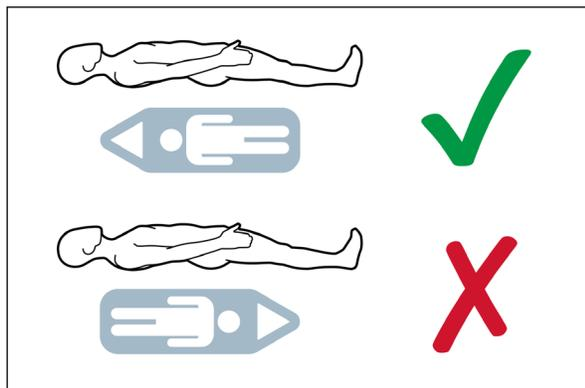
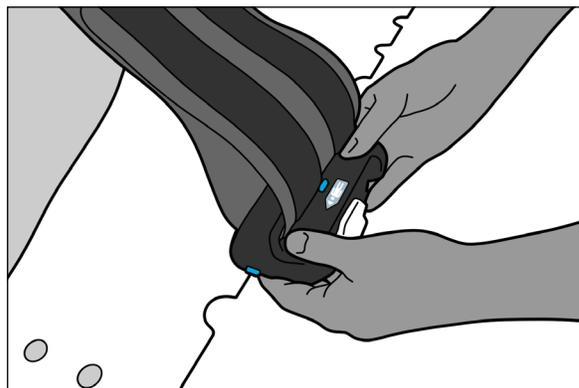

Figure 5
Figure 6
4. Vérifier que le levier de la pince Zifix est en position déverrouillée et que la pince est orientée correctement en faisant correspondre le sens de l'étiquette et l'axe supérieur/inférieur du patient (Figure 5). Ensuite, faire glisser fermement la pince sur le bord du dispositif jusqu'à ce qu'elle soit bien placée (Figures 6 et 7).